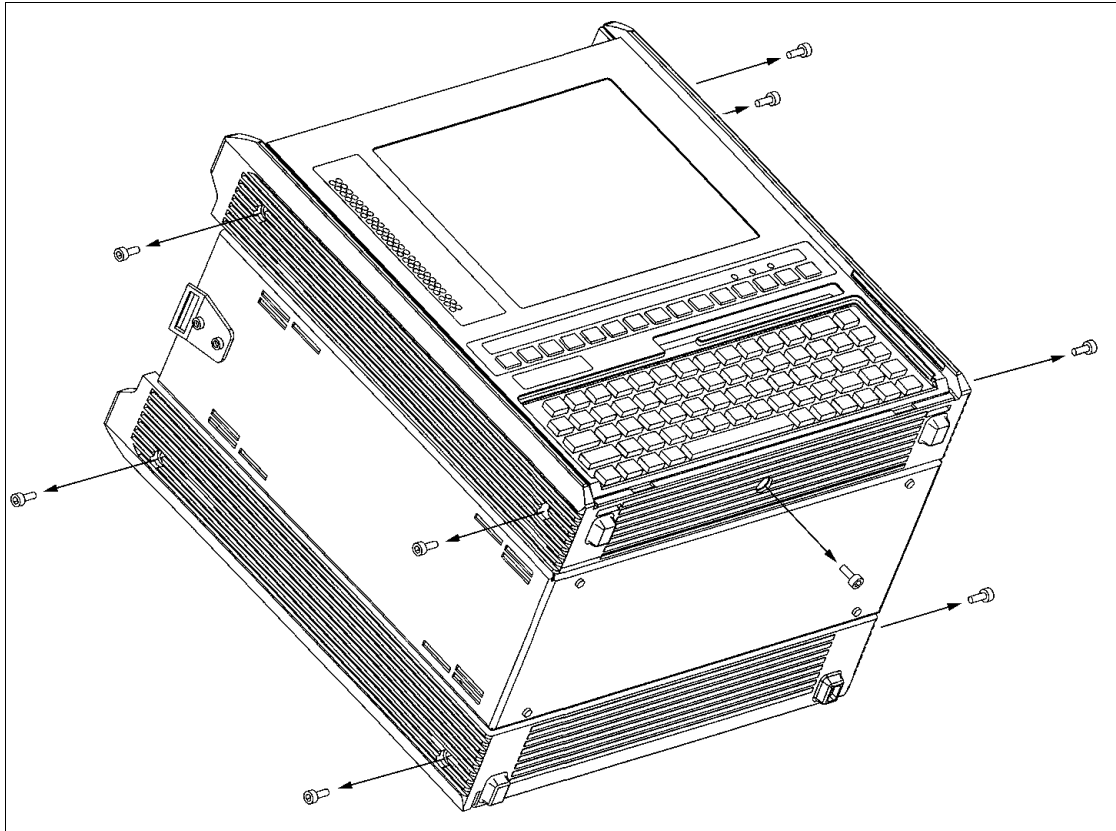

Bild W-5 Gehäuseschalen entfernen
2. Entfernen Sie die insgesamt neun Innensechskantschrauben (siehe Bild W-5).